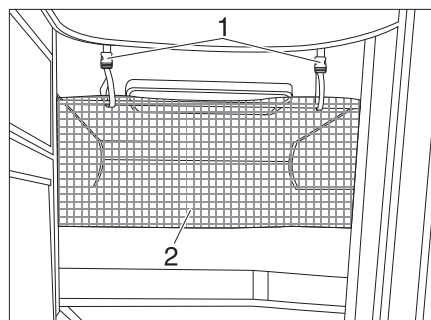

Bild 132 Sicherungsnetz
Das Sicherungsnetz (Bild 132,2) ist serienmäßig zwischen Matratze und Lattenrost verstaут. Das Sicherungsnetz erst aufspannen, wenn sich die Person bereits im Bett befindet.
- Die Haltebänder (Bild 132,1) in die Halterungen an der Decke einrasten.